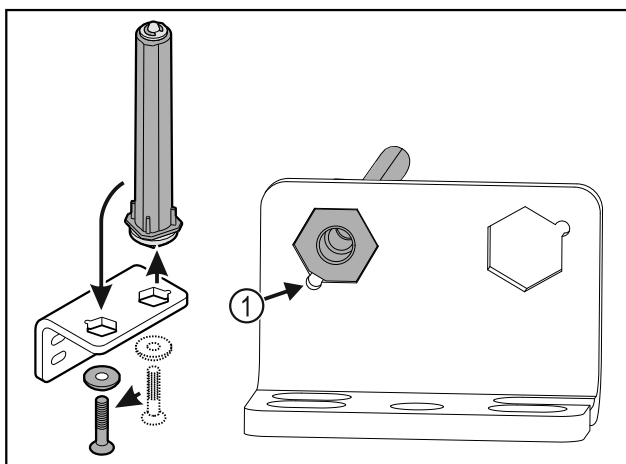

Fig. 36
- ▶ Vær derved opmærksom på, at boltens affasning Fig. 36 (1) peger mod det runde hul under isætningen.